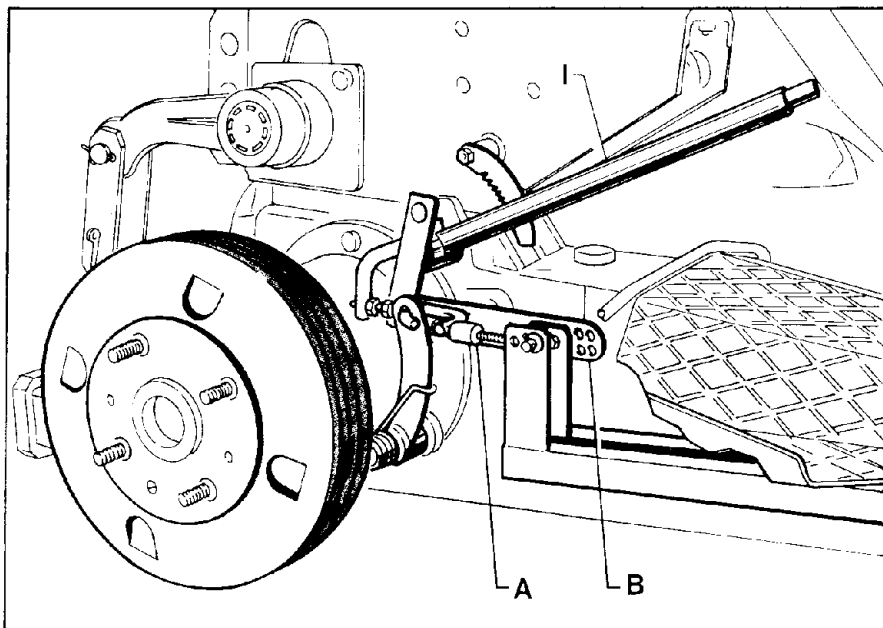

Fig.17
**IMPIANTO FRENANTE** (Fig. 17 - 18)
Un'asta munita di vite di registro (A - Fig. 17) ed una piastrina con una serie di fori opportunamente sfalsati (B - Fig. 17) fungono da tiranti di rinvio delle leve (destra e sinistra) e consentono il ripristino delle giuste corse dei pedali dei freni, mano a mano che con l'uso le guarnizioni frenanti si consumano.